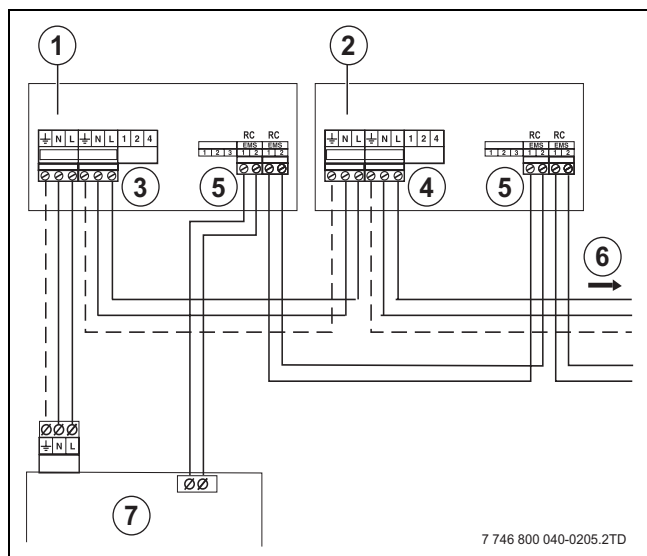

Fig. 36 Collegamento di più moduli
Più moduli (→ fig. 36)
- ▶ Qualora si utilizzino più moduli, il collegamento del bus EMS del secondo modulo può essere derivato dal primo modulo. Utilizzare a tale scopo il cavo fornito in dotazione al modulo (→ fig. 36).
- ▶ Collegare il cavo di rete a 230 VAC del primo modulo funzione al modulo successivo (→ fig. 36).
Nel modulo funzione possono essere presenti sul collegamento (→ fig. 36, [5]) le lettere RC o EMS.